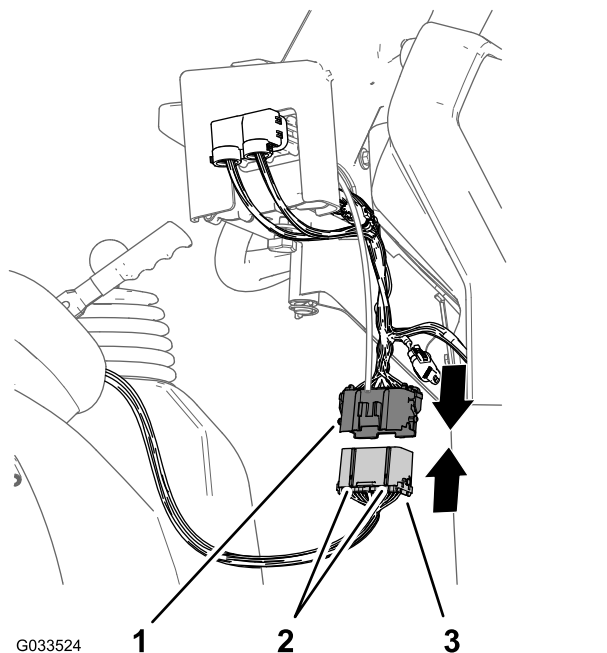

Figure 23
1. Alignez les 2 détrompeurs du connecteur à 38 broches du faisceau arrière du pulvérisateur et les 2 détrompeurs du connecteur à 38 douilles du faisceau avant qui est relié à la console de commande (Figure 23).
2. Branchez le connecteur du faisceau arrière au connecteur du faisceau avant jusqu'à ce que les loquets des connecteurs s'enclenchent solidement ensemble (Figure 23).